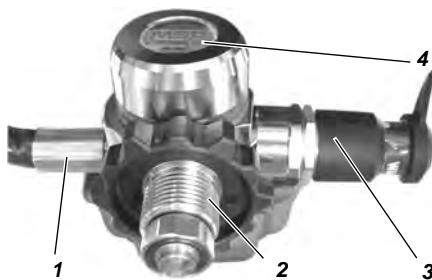

Fig. 2 Trykkforminsker
Trykkforminskeren (se Fig. 2) er festet nederst på bæreplaten. På trykkforminskeren er det en sikkerhetsventil og en flerkanalsslange for å koble til combo trykkluftsmåleren. Trykkforminsker reduserer luftbeholderens trykk til rundt 7 bar og sikkerhetsventilen aktiveres for å unngå skade ved økning av trykket som går ut over akseptert trykk og sikrer på denne måten en kontinuerlig leveranse av pustbar luft.
I tillegg til standardenhetenes koblinger har denne modellen høytrykk sikkerhetskobling (se pos. 3 i Fig. 2). Det er da mulig å fylle oksygenflasken(e) med komprimert luft opp til 300 bar mens pusteapparatet med komprimert luft er i bruk.